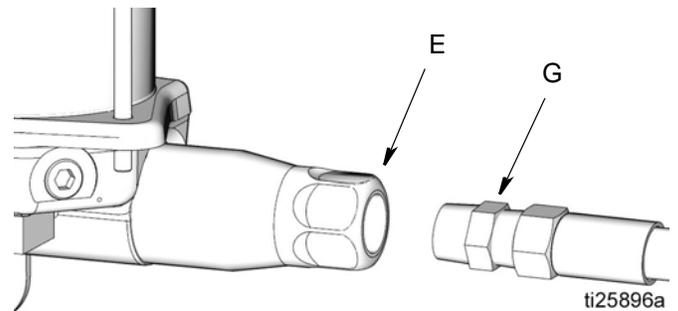

图 6
6. 将泵出口 (E) 与润滑剂管路 (G) 连接 (图 6)。